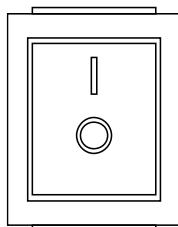

Figura 16
- ▶ Durante la carica, accenda l'interruttore di alimentazione sul vano batteria della sedia a rotelle elettrica e spenga il pulsante di alimentazione del controller. Nota: l'interruttore di alimentazione sul vano batteria è spento al momento della consegna. Si assicuri di accendere l'interruttore durante la ricarica. L'interruttore si trova sul retro del vano batteria destro: "I": ON e "O": OFF, si veda la Figura 16.
- Accenda l'interruttore della batteria sulla scatola della batteria e prema "I" per passare alla condizione di funzionamento normale, si veda la Figura 16.